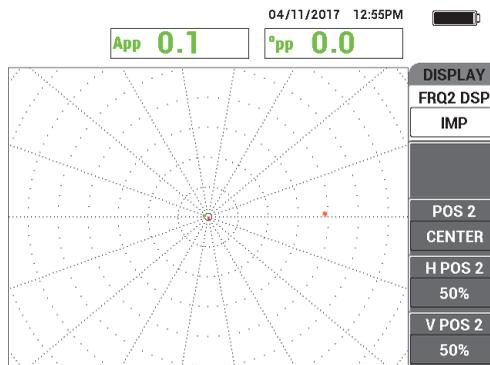

Figura 5-180 Menú FRQ2 DSP (VIS FREC 2)
2. Pulse dos veces la tecla de menú DISP () para visualizar el menú **FRQ2 DSP** (VIS FREC 2). Vea la Figura 5-180 en la página 277.